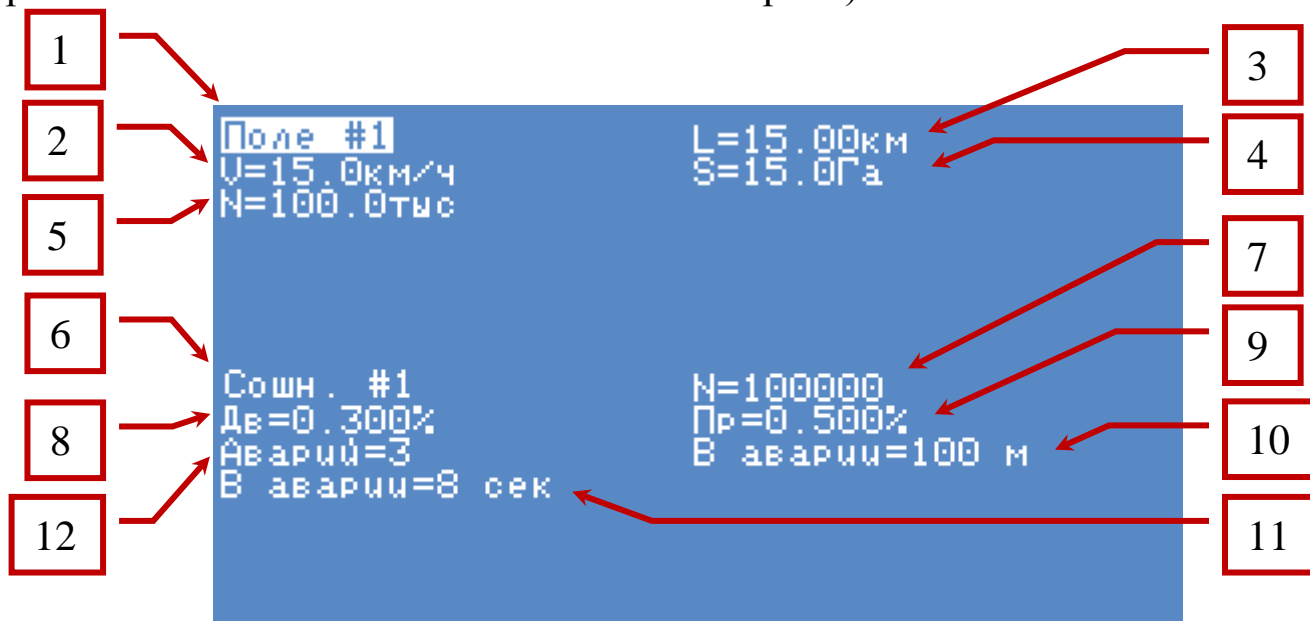

Рисунок 4 Экран статистики
- **Экран накопительной статистики, см. «Рисунок 4»**